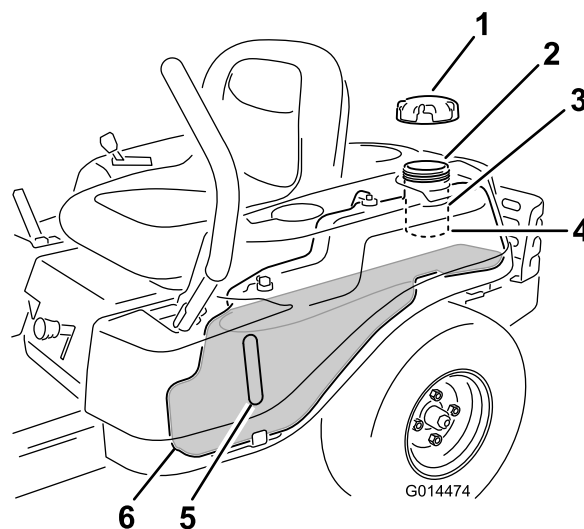

Figura 9
Nota: Puede utilizar la mirilla de combustible para verificar la presencia de gasolina antes de llenar el depósito (Figura 9).
2. **Añada gasolina sin plomo** lentamente Figura 9 hasta que el combustible llegue a la base del cuello de llenado ().